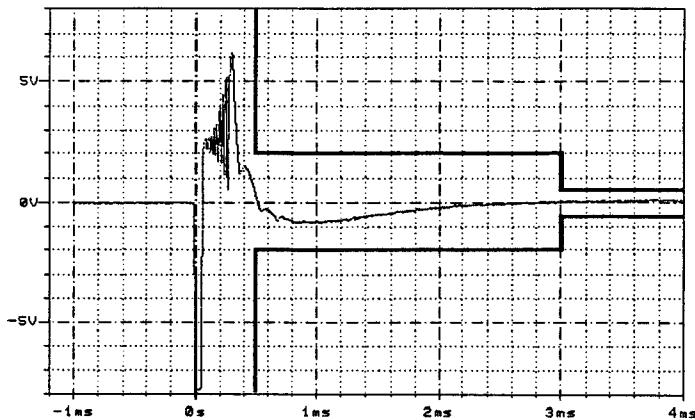

Abbildung 1
- Die Spannungsänderung am Ausgang des Phasendetektors darf sich bis 500 us nach Baugruppenstrobe nur noch um maximal 2V ändern. Nach 4mS muß die Änderung $< 0.5\text{V}$ sein. Es ergibt sich ein Spannungsverlauf wie in Abbildung 1.